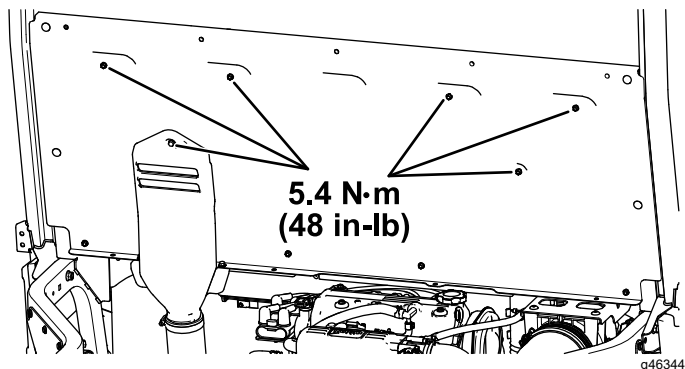

Figure 68
- H. Serrez les 11 boulons à tête hexagonale à embase ($\frac{1}{4} \times \frac{3}{4}$ po) et le boulon captif fixés au capot d'admission CVT à 5,4 N·m (48 po-lb), comme montré à la Figure 68.